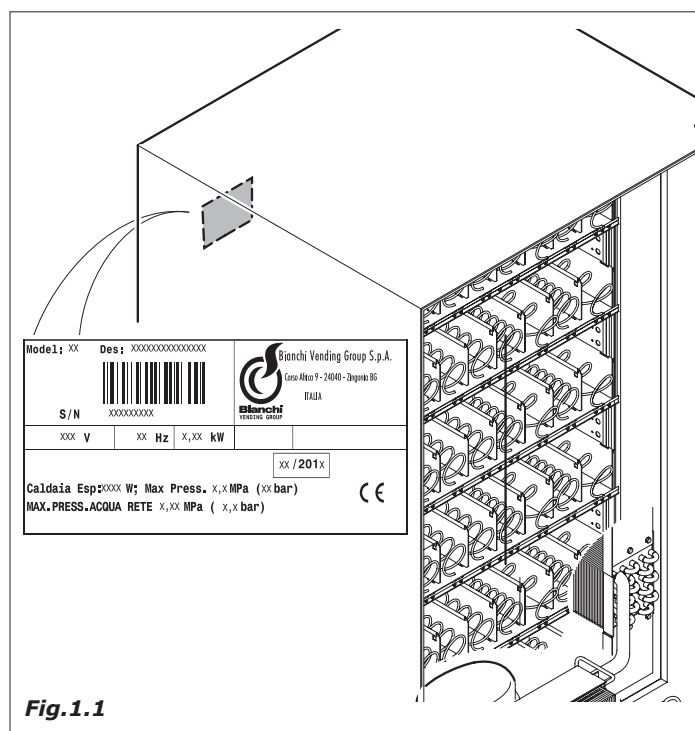

Fig.1.1
- os dados indicados sobre a matrícula (Fig.1.1)